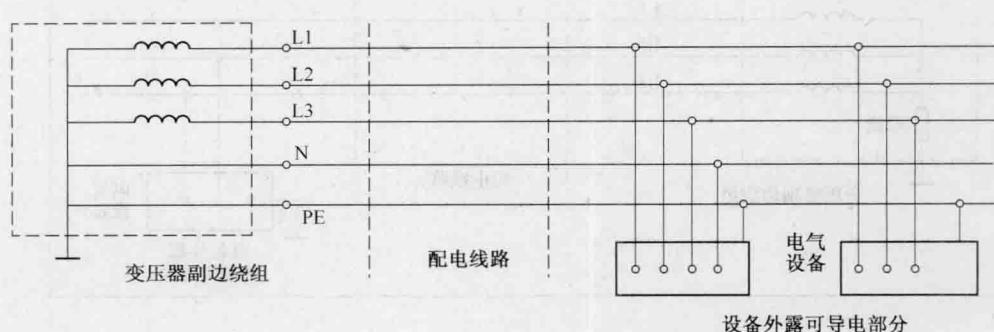

图 1-2 TN-S 接地系统
(25)TN—S接地系统(又称五线制系统)：如图1-2所示。